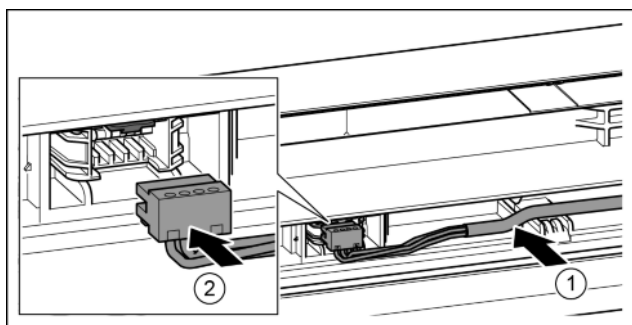

Fig. 43
- ▶ Вставить серый кабель в направляющую в верхней двери. *Fig. 43 (1)*
- ▶ Зафиксировать штекер. *Fig. 43 (2)*